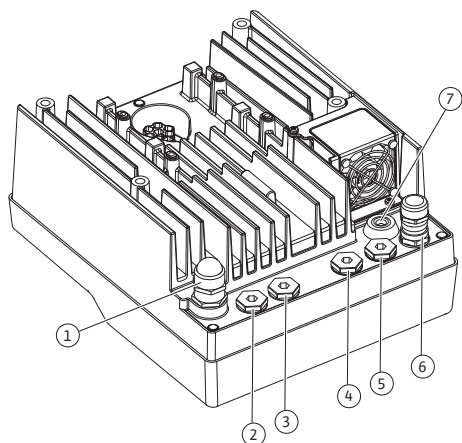

Fig. 19: Kabelske uvodnice/skoznjiki za kabel
4. Priključni kabel speljite skozi kabelsko uvodnico M25 (Fig. 19, poz. 1). Kabelsko uvodnico privijte s predvidenim navorom.